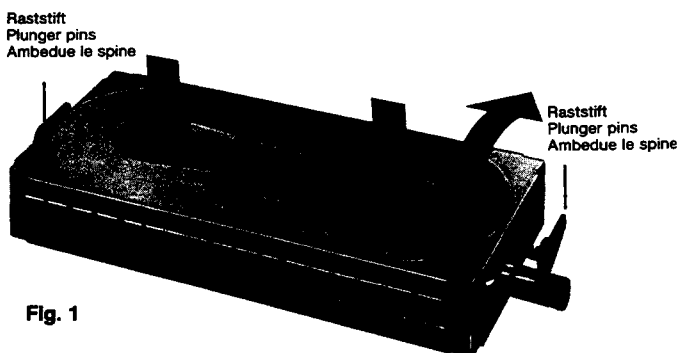

Fig. 1
Beide roten Raststifte (Fig. 1) um 90° drehen. HF- Modul aus dem Halter ziehen.
1. Mit beiden Daumen gleichzeitig auf die Blechsicke drücken bis sich die Deckelfalze aufbiegen, dann den Deckel abnehmen (Fig. 1).
Turn the two red plunger pins by 90°. Remove module from bracket (Fig. 1).
1. Apply pressure to the plate channel simultaneously with both thumbs, until the cover seaming bends, then remove cover (Fig. 1).
Ruotare ambedue le spine rosse a tenuta meccanica di 90° (Fig. 1). Estrarre il modulo dal supporto.
1. Premere con ambedue i pollici contemporaneamente sulla scanalatura della lamiera fino a che le graffiature del coperchio si piegano verso l'alto, poi togliere il coperchio (Fig. 1).